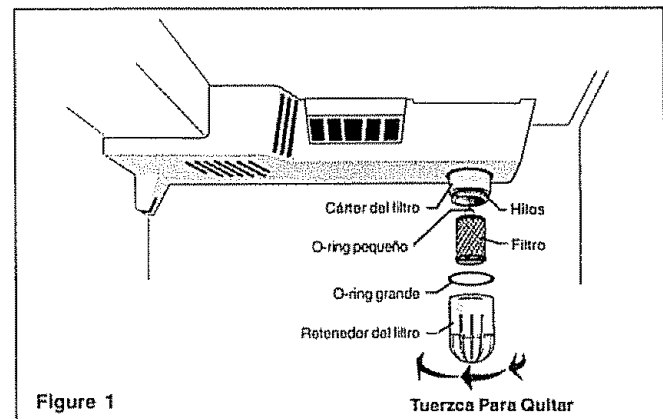

Figure 1
10. Verifique que no haya fugas. Abra la puerta del refrigerador. Si hay gotitas de agua en el retenedor del filtro, enjuáguelas. Dispense un vaso de agua. Si hay una fuga, destornille el retenedor del filtro, y vuelva a introducir el filtro. Revise la colocación del O-ring grande (véase Figure 1). Reinstale el retenedor del filtro, asegurándose que esté apretado completamente.
2. Saque la cubierta de los cables situada sobre la bisagra inferior de la puerta del congelador. La cubierta está sujeta en su lugar con un solo tornillo (Ilustración 1)
apretón firme separe las dos piezas según se muestra (Ilustración 1)
4. Para desconectar la tubería de agua, retiene el codo de la tubería de agua y el apriete el cuello gris, forzando el codo hacia abajo, fuera de la tubería de la puerta. (Ilustración 1)